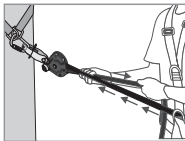
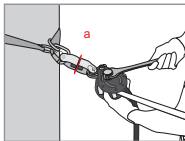

Fig 3
Fig 4
Nachdem die Sicherungsleine installiert ist, muss eine Voreinstellung der Spannung vorgenommen werden, dazu zieht manuell an der Leine (Seite des Endknotens — Abb. 3). Die Nocke (8) und den Nockenhebel (4) müssen automatisch an das Seil greifen. Legen Sie den Nockenhebel (4) um und stellen Sie mit einem passenden Schlüssel die Spannung an der Spannungseinstellachse (1) ein, bis die Beilagscheibe der Spannungsanzeige (a) auf der Spannungsanzeige (2) sich frei drehen lässt (Abb. 4). Sobald diese sich frei bewegen kann, NICHT WEITER SPANNEN! Dies entspricht einer Vorspannung der Sicherungsleine von ungefähr 1 kN. Wenn die Sicherungsleine in Gebrauch ist, überprüfen Sie regelmäßig diese Spannung (Drehen der Beilagscheibe an der Spannungsanzeige) und stellen Sie sie gegebenenfalls in der oben beschriebenen Weise nach.